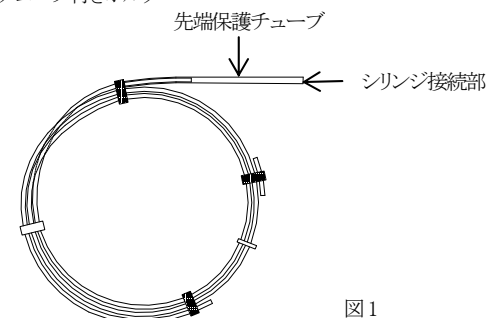

図 1
2. シリンジを用いてヘパリン加滅菌生理食塩液をホルダーチューブ内に満たし、最低 30 秒間本品全体をぬらすこと。その際、ホルダーチューブの開放端先端側からヘパリン加滅菌生理食塩液が吹き出る場合があるので注意する。先端保護チューブ付きホルダー(図 1 参照)の場合は、先端保護チューブにシリンジを接続することが出来る。
2. 先端保護チューブ付きホルダー(図 1 参照)において、本品をホルダーチューブへ再収納する場合は、あらかじめ先端保護チューブを取り外した状態で行うこと。
3. 先端保護チューブ付きホルダー(図 1 参照)において、本品がホルダーチューブに収納されている状態で、先端保護チューブの抜き、挿しを行わないこと。